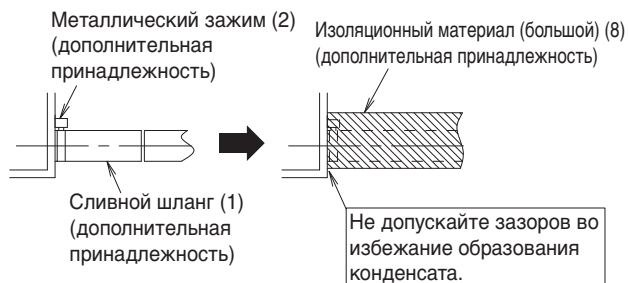
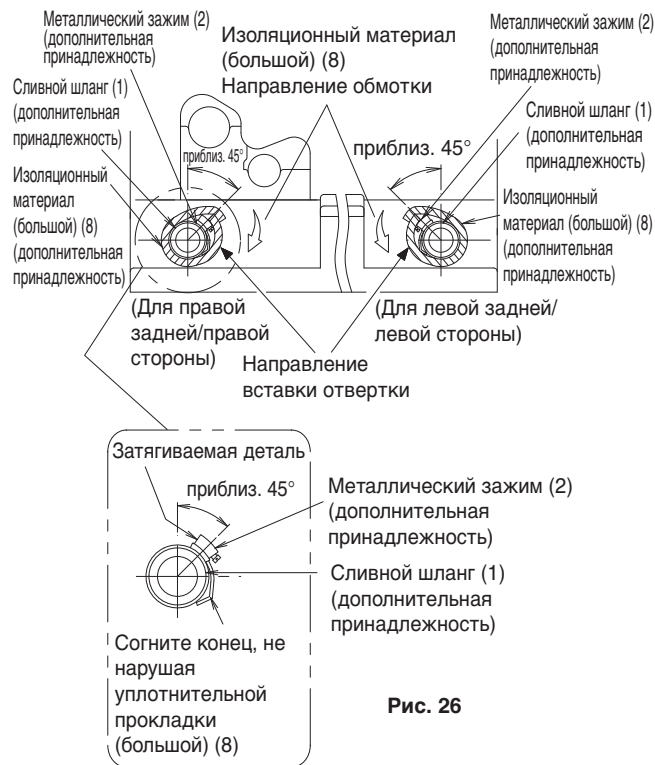

Рис. 25
Рис. 26
- Следует использовать сливной шланг (1) и металлический зажим (2), имеющиеся в комплекте. Также вставьте сливной шланг (1) в основание дренажного гнезда и плотно закрепите его металлическим зажимом (2). (См. рис. 25 и рис. 26.) (Устанавливайте металлический зажим (2) таким образом, чтобы место соединения зажима находилось под углом 45°, как показано на рис. 26.) (Запрещается закреплять сливной шланг на дренажном гнезде. В противном случае техническое обслуживание и осмотр теплообменника и других компонентов будет невозможно.)
- Загните конец металлического зажима (2), чтобы изоляционный материал не образовывал выпуклость. (См. рис. 26)
- При выполнении изоляции наматывайте имеющийся в комплекте изоляционный материал (большой) (8) от металлического зажима (2) и сливного шланга (1) в направлении, указанном стрелкой. (См. рис. 25 и 26.)